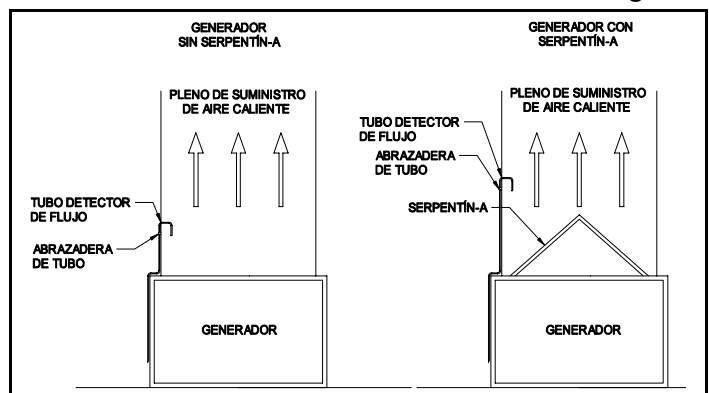

Figura 4
- Deslice una de las abrazaderas de tubo en el extremo en forma de "U" del tubo. Introduzca el extremo doblado del tubo en el orificio de 1/4" de manera que el extremo abierto mire directamente hacia el flujo de aire de entrada. Marque y perfora (si es necesario) un orificio de tornillo de montaje para la abrazadera. Asegure la abrazadera al pleno usando uno de los tornillos para hoja metálica restantes. (Ver Figura 4)